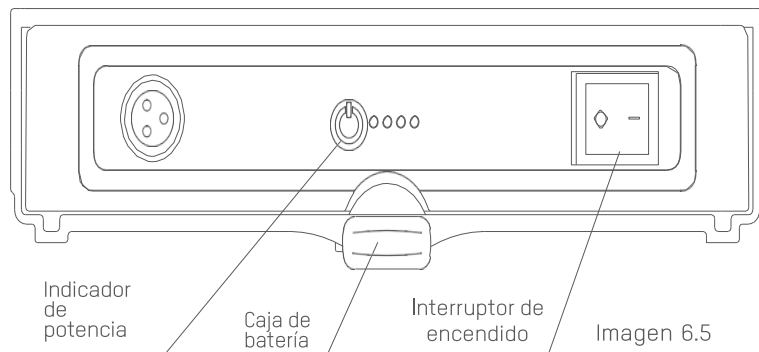

Imagen 6.5
Como se muestra en la imagen 6.5, al pulsar el botón de encendido se encenderá la luz indicadora de la potencia de la batería. Al dejar de pulsar, la luz se apagará. Si se encienden cuatro luces verdes al mismo tiempo, la potencia de la batería es suficiente. Si se encienden tres luces verdes al mismo tiempo, la potencia es normal. Y si se encienden dos luces verdes al mismo tiempo, la potencia es insuficiente. Cuando sólo esté encendida una luz verde, deberá cargar inmediatamente la batería. ①Desmontaje: desenchufe el conector del mando de control y gire la perilla 180 grados en sentido contrario a las agujas del reloj para retirar la caja de batería.